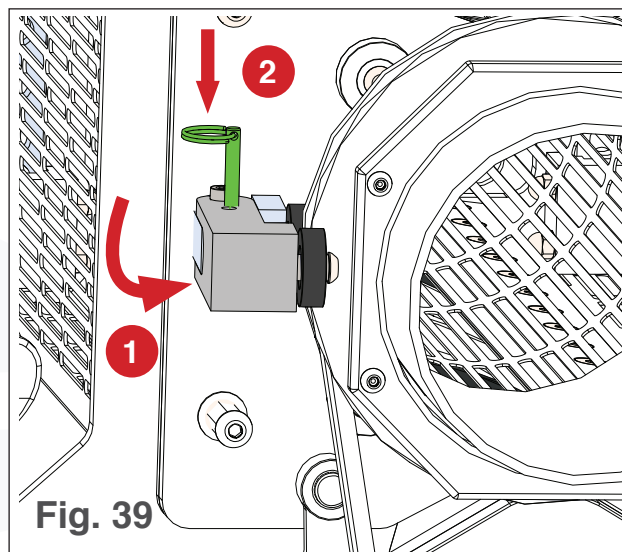

Fig. 39
6. Gire la guía del tambor de regreso a su posición de bloqueo (vea la Fig. 39).
7. Inserte el pasador de guía del tambor (vea la Fig.39).